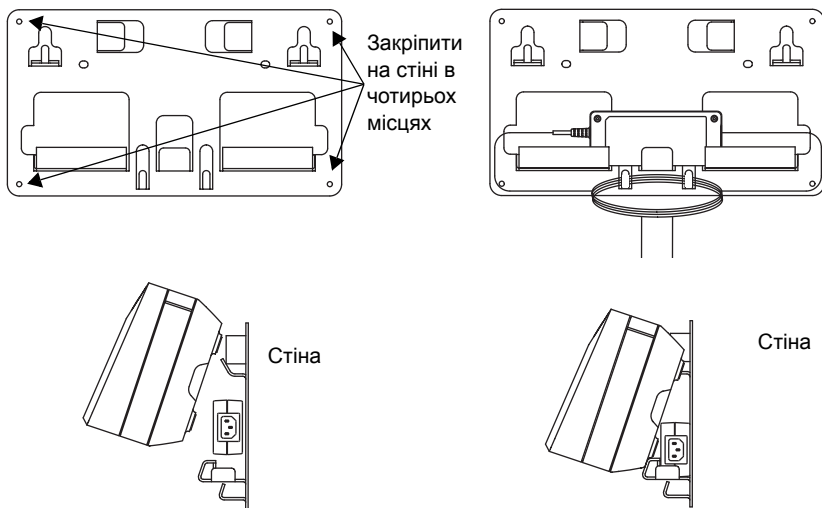

Рис.29. Кріплення багатомісного зарядного пристрою на настінному кронштейні
4. Установіть багатомісний зарядний пристрій на настінному кронштейні, як показано на Рис. 29.